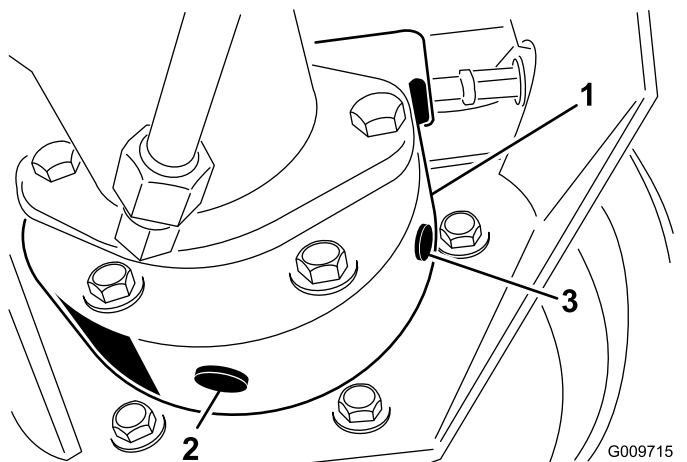

図 43
3. ホイールの反対側のブレーキハウジング 図 43 の下にも容器を置く。